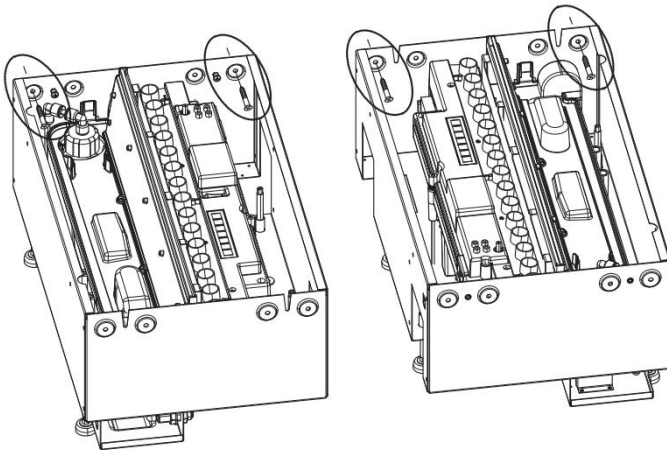

Fig.8
4. Wenn sich das Produkt in der Endposition befindet, entnehmen Sie das Brennstoffbett und schrauben Sie das Produkt mit angemessenen Schrauben (nicht mitgeliefert) mithilfe der in Abb. 8 angezeigten vier Befestigungslöcher in der Einfassung fest.